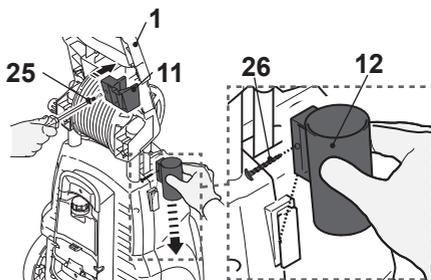

Fig. 3
- > Montez le support du pistolet (11) sur la poignée (1) et fixez-le avec une vis (25) (Fig. 3).
- > Enfilez le fourreau (12) sur son support situé sur l'appareil, et fixez-le avec la vis (26) (Fig. 3).